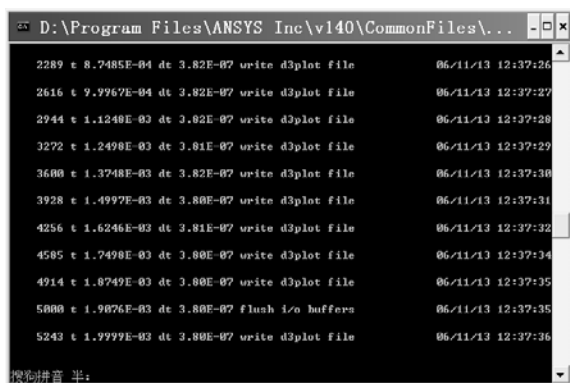

图 2-187 显示计算过程的“D:\Program Files\ANSYS Inc\v140\CommonFiles\...”窗口
(6) 在“Select Keyword Input File”窗口中找到“d:\composite_beam 目录下的 composite_beam.k 文件，用鼠标单击该文件后单击“打开”按钮。
(7) 单击“14.0: ANSYS Mechanical APDL Product Launcher [Profile: *** La...”窗口中的“Run”按钮，弹出显示计算过程的“D:\Program Files\ANSYS Inc\v140\CommonFiles\...”窗口（见图 2-187）。